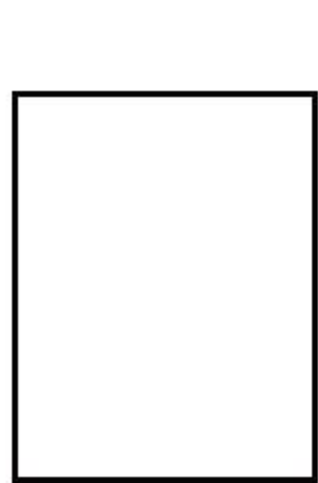

图9-52 绘制矩形
- 01 选择菜单【绘图】|【矩形】命令，捕捉任意点为起点，绘制 $8 \times 10$ 的矩形，如图9-52所示。